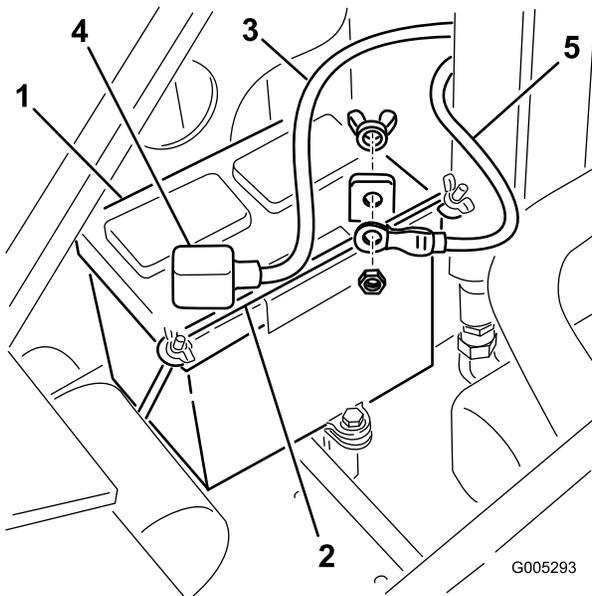

Рисунок 31
4. Снимите барашковые гайки и планку крепления аккумулятора (Рисунок 31).
7. Отсоедините положительный (красный) кабель от штыря аккумулятора (Рисунок 31). Сохраните крепежные детали.
5. Отсоедините отрицательный (черный) кабель от штыря аккумулятора (Рисунок 31). Сохраните крепежные детали.
1. Используя ранее снятые крепежные детали, подсоедините положительный (красный) кабель к положительному (+) штырю аккумулятора (Рисунок 31).
3. Используя ранее снятые крепежные детали, подсоедините отрицательный (черный) кабель к отрицательному (-) штырю аккумулятора (Рисунок 31).
4. Прикрепите аккумулятор, используя планку и барашковые гайки (Рисунок 31).